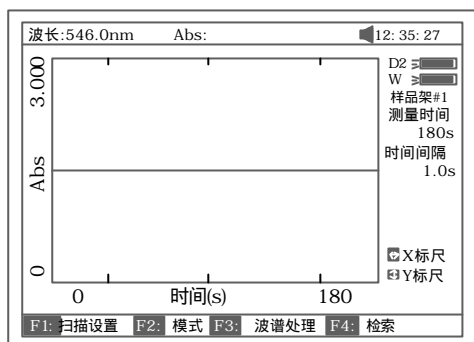
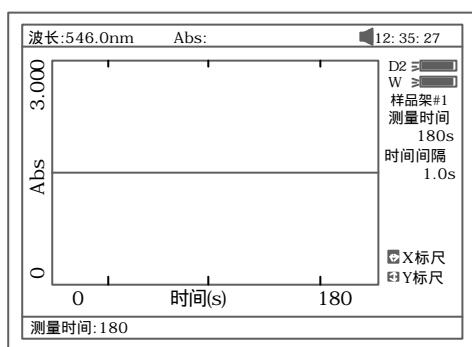

图 53
图 54
主界面中按【4】直接进入“动力学测量”界面如图 53 所示。按【ESC/STOP】退回到主界面。
在图 53 之显示界面下按【F1】设置试验参数,包括总运行时间,延时时间和时间间隔。按【】或【】键可选择 Y 轴标尺,图 54 示。
b. 在图 53 中，按【LOAD】键，再按【】或【】键选择后缀扩展名为***.kin 的文件，按【ENTER】确认调入已存动力学实验曲线。